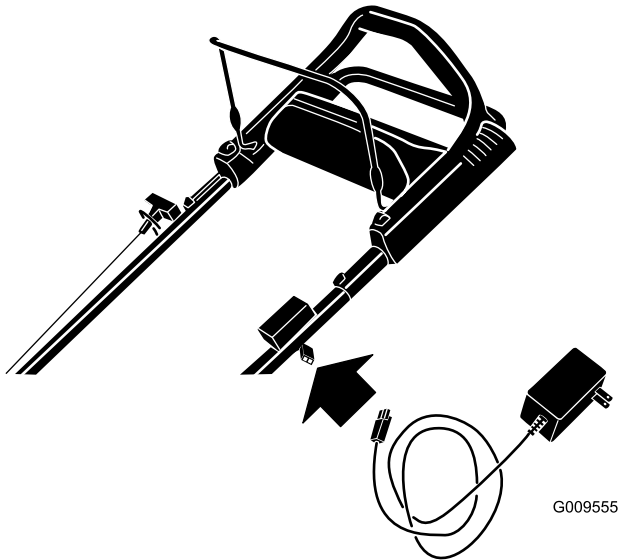

Рисунок 35
1. Подсоедините зарядное устройство к жгуту проводов, расположенному под кнопкой электрического запуска (Рисунок 35).